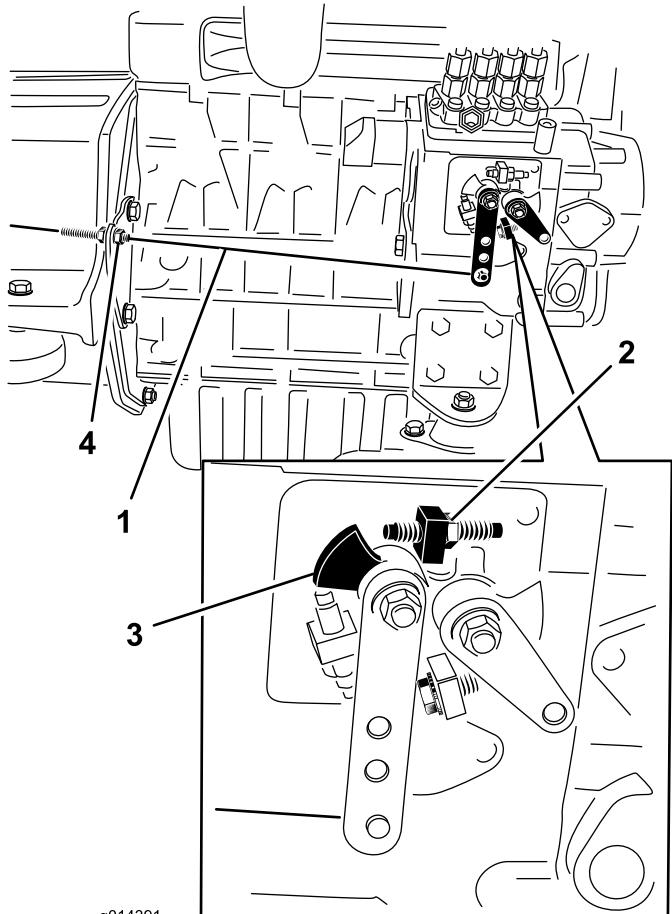

Figura 33
2. Compruebe la posición de la palanca de control de velocidad de la bomba de inyección de combustible del motor. La palanca de control de velocidad debe estar en contacto con el tornillo de alta velocidad cuando la palanca de control del acelerador está en la posición de Rápido (Figura 33).
3. Si es necesario, la posición de las contratuerca del cable de control del acelerador puede ajustarse hasta que la palanca de control de velocidad entre en contacto con el tornillo de alta velocidad cuando la palanca de control del acelerador está en la posición de Rápido (Figura 33).